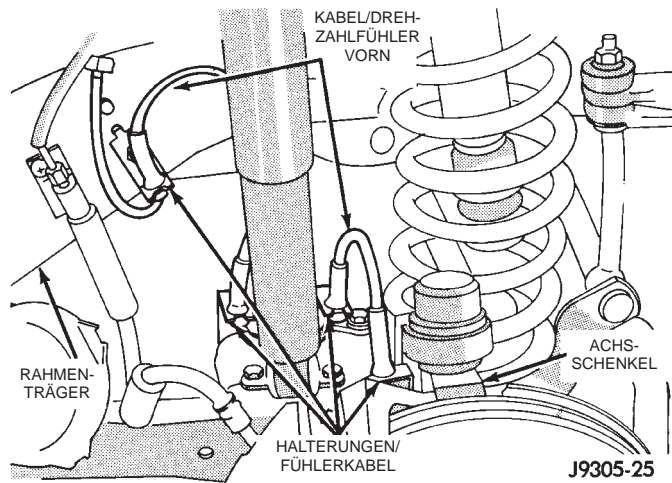
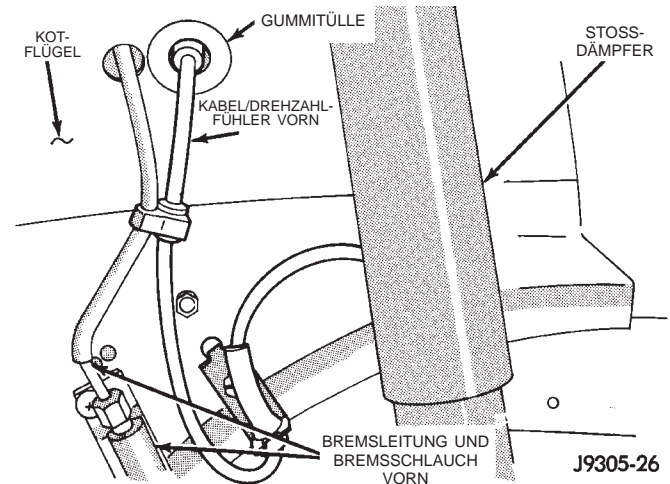

Abb. 8 Verlegung des Fühlerkabels
Abb. 9 Gummitülle/Fühlerkabel
- (5) Fühlerkabel aus den Halterungen an Achsschenkel und Rahmenträger lösen (Abb. 8) und (Abb. 9).
- (6) Die Gummitülle herausziehen, mit der das Fühlerkabel im Kotflügel gesichert ist.